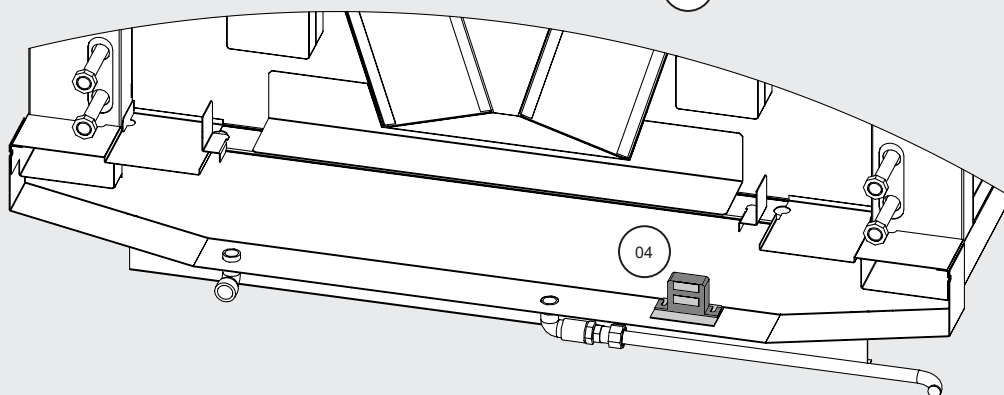

Abbildung 1
2.9.1 Liste der Komponenten: siehe Abbildung 1.